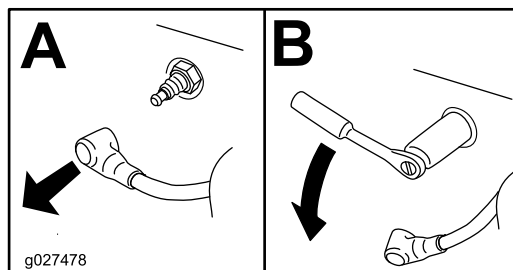

Рисунок 50
- Снимите свечу зажигания (Рисунок 50).